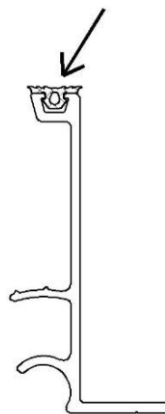

Abb. 2
- 1.6 Drücken Sie die mitgelieferte Dichtung auf der ganzen Länge des Kippprofils siehe Abb.:2